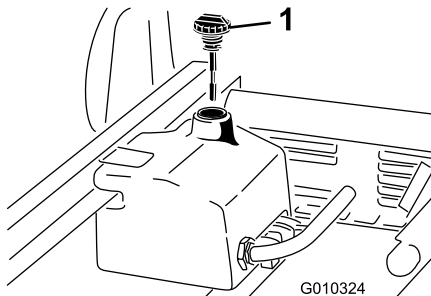

Figura 17
1. Pulite la zona intorno al collo del bocchettone e il tappo del serbatoio idraulico (Figura 17). Togliete il tappo dal collo del bocchettone.
2. Togliete l'asta di livello (Figura 17) dal collo del bocchettone e pulitela strofinando con un panno pulito. Inserite l'asta di livello nel collo del bocchettone, quindi estraetela e controllate il livello del fluido. Il livello del fluido deve essere compreso tra le due tacche dell'asta di livello.